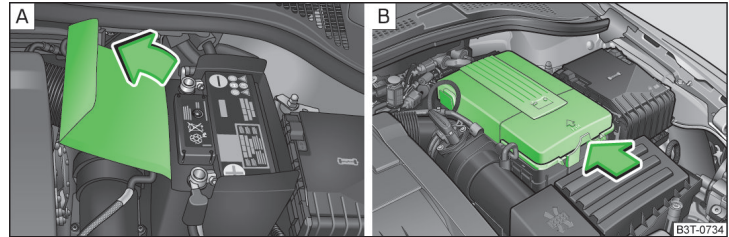

Abb. 169 Polyesterabdeckung der Fahrzeugbatterie / Kunststoffabdeckung der Fahrzeugbatterie
Die Batterie befindet sich im Motorraum, bei einigen Ausstattungen unter einer Polyesterabdeckung » Abb. 169 oder im linken Seitenfach des Gepäckraums » Seite 103.
- Die Batterieabdeckung in Pfeilrichtung öffnen » Abb. 169 - A bzw. die Verastung an der Seite der Batterieabdeckung in Pfeilrichtung drücken » Abb. 169 - B.